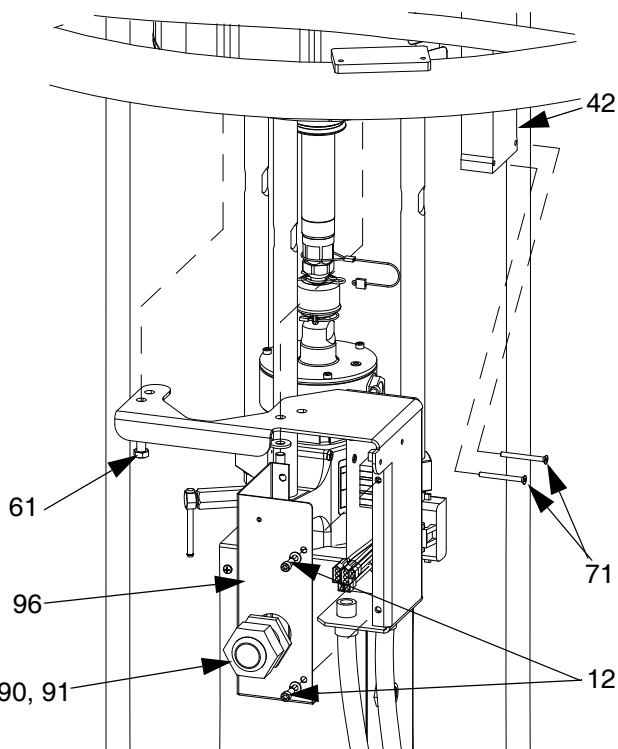

FIG. 35: rimozione della scatola di giunzione D200 e D200s
*Per una piastra di 200 litri (55 galloni) (sistemi di alimentazione D200 e D200s):* rimuovere la scatola di giunzione dalla biella della piastra. Reinstallare la scatola di giunzione sul motore pneumatico utilizzando le due viti (61). Vedere la FIG. 35.